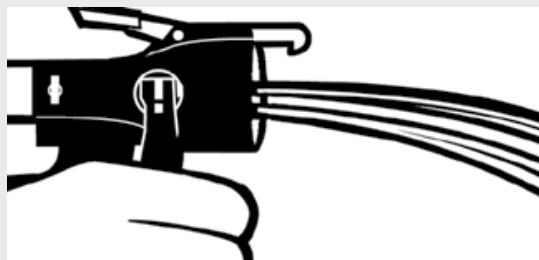

Figure 4.
- Purger le système dans un contenant à déchet en activant le déclencheur du distributeur Insta-Flo^{MC}. Lorsque les jets sont égaux, relâcher le déclencheur, nettoyer les traces de produit chimique de la face du distributeur avec un chiffon propre et appliquer une nouvelle couche de vaseline. (Voir Figure 4.)